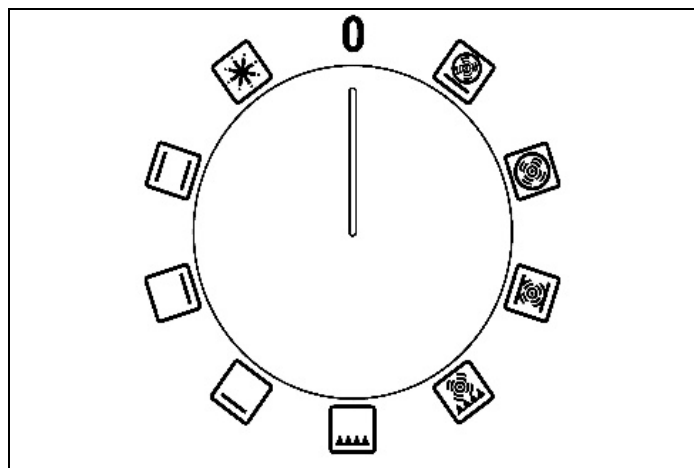

Fig. 19
- Ruotare la manopola funzioni (Fig. 19) in senso orario per selezionare la funzione che si desidera utilizzare. La luce arancione si accende, indicando che l'elemento è acceso.